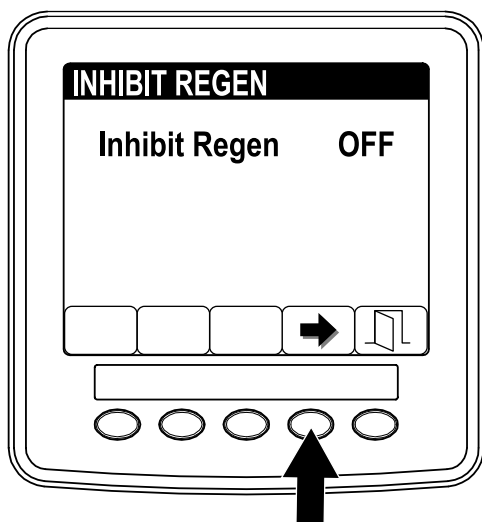

Figura 13
3. Premete il pulsante 4 per modificare l'impostazione dell'inibizione della rigenerazione da On a Off (Figura 13) o da Off a On.